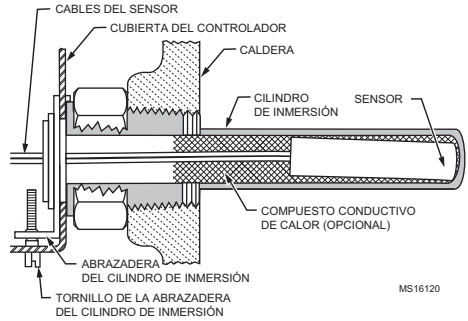

Fig. 2. Posición del sensor en el cilindro de inmersión.
Si el cilindro no encaja bien en el sensor, utilice el compuesto conductivo de calor (incluido en los modelos TRADELINE®), tal como se indica a continuación: pliegue la bolsa de plástico del compuesto longitudinalmente y gírela suavemente. Luego, corte el extremo de la bolsa y utilice el extremo abierto de la bolsa para colocarla a lo largo de todo el cilindro. Retire lentamente la bolsa mientras la aprieta con firmeza para distribuir el compuesto de manera uniforme en el cilindro. Doble el cable, si es necesario, para mantener el sensor contra la parte inferior del cilindro y para mantener el extremo externo del sensor en contacto firme con la parte lateral del cilindro. Consulte la Fig. 2. Limpie el exceso de compuesto del extremo externo del cilindro.
3. Introduzca el sensor en el cilindro, tal como se muestra en las Fig. 2 y 3. (Consulte la sección Instalación del sensor de reemplazo para más detalles).